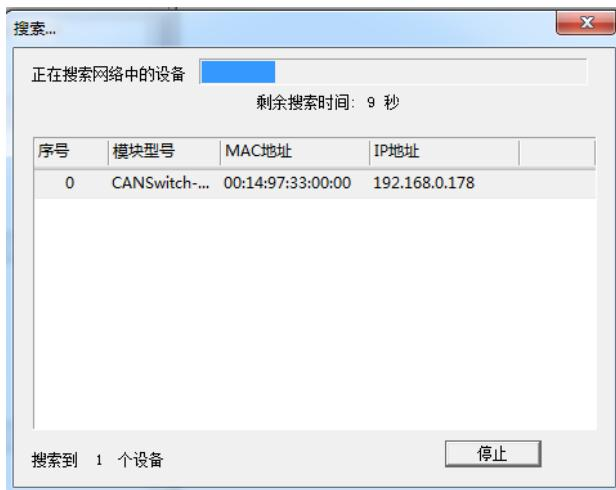

图 4.4 ZNetCom 软件搜索设备
5. 单击 搜索设备 出现如图 4.4 所示界面, 可以获知设备 IP 地址。